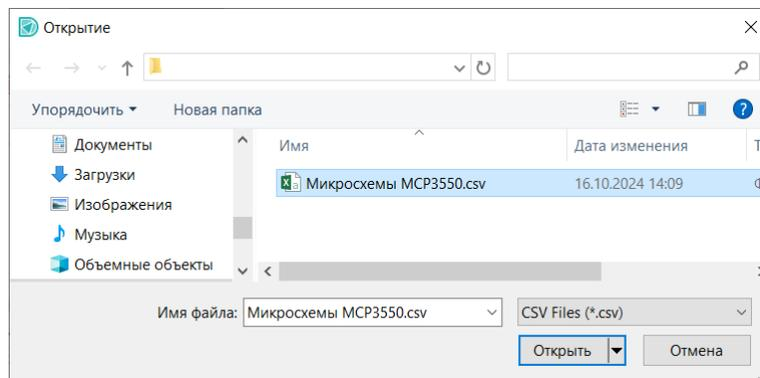

Рис. 337 Выбор csv-файла для импорта радиодеталей
2. С помощью окна проводника выберите csv-файл, из которого будут импортированы данные радиодеталей, см. Рис. 337.